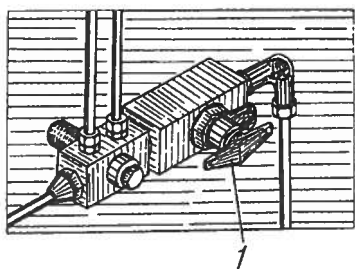

Рис. 17. Клапан отбора воздуха:
**Клапан отбора воздуха** установлен под капотом на панели кабины. Для отбора воздуха отвернуть колпачок 1 (рис. 17) клапана, навернуть на корпус клапана накидную гайку шланга, имеющегося в комплекте инструмента.